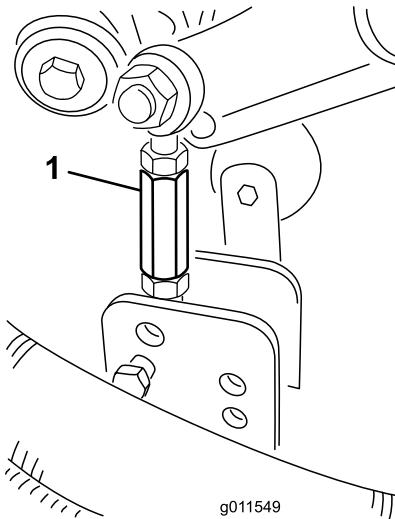
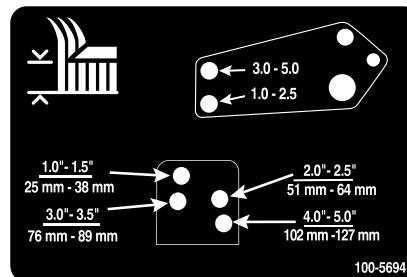

Figura 26
Figura 27
- Retire los pasadores de horquilla y las chavetas que fijan los acoplamientos de los amortiguadores a los soportes de la unidad de corte (Figura 26). Alinee los taladros de los acoplamientos de los amortiguadores con los taladros del soporte de altura de corte en el bastidor de la unidad de corte (Figura 27), y coloque los pasadores y las chavetas.